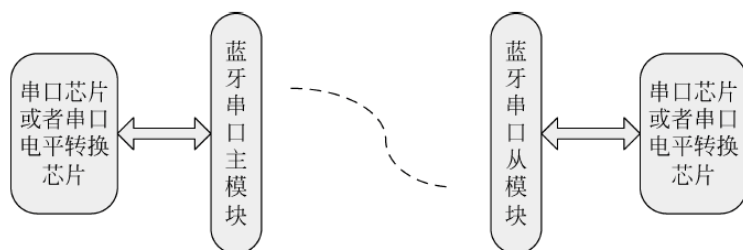

图 3.25 串口线透明数据模式
替代串口线透明数据需要两个 BF10-I 模块,一个模块工作在主模式下,一个模块工作在从模式下。当两模块设置为相同的波特率,相同的通道(不能为通道 64),上电之后,主从模块则自动连接形成串口透明。此时的数据传输则是全双工的。串口线透明数据模式应用原理如图 3.25 所示。①设置主模块的 PIO0 为高或悬空,从模块的 PIO0 为低。②设置两个模块的 PIO2~PIO5 高低到对应的波特率,具体参考设置串口通信波特率。③设置两个模块的 PIO6~PIO11 相同的通道,不能为通道 6、4(即全高电平)。具体参考设置模块通道。④模块上电,主模块则自动去查找该通道的从模块,此时主模块和从模块的 PIO1 脚都是输出为高低脉冲。若连接成功之后,主从模